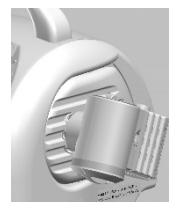

図 1
- 2) ガス取り入れ口フィルタカバーと差込キーが揃うよう空気/酸素ミキサを図 1 の角度で挿入する。